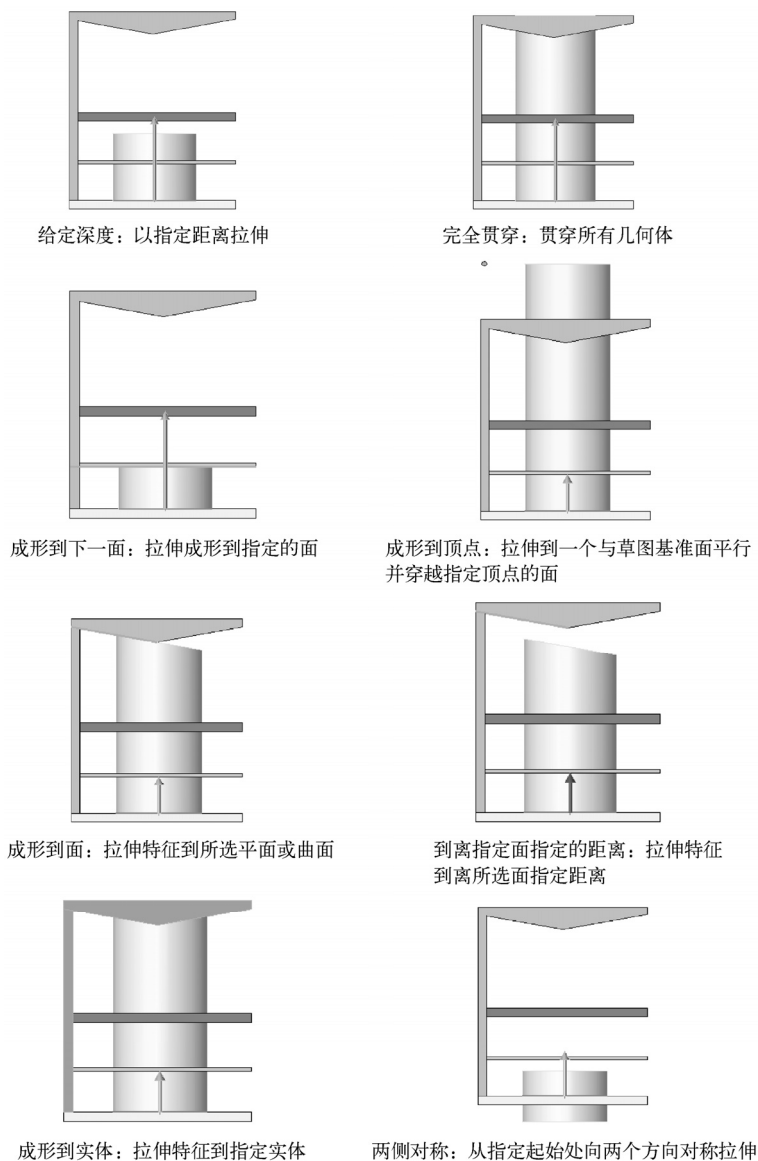

图 3-2 拉伸终止条件
- “拉伸终止条件”: 该选项用来决定特征延伸的方式, 几种不同的拉伸终止条件如图 3-2 所示。